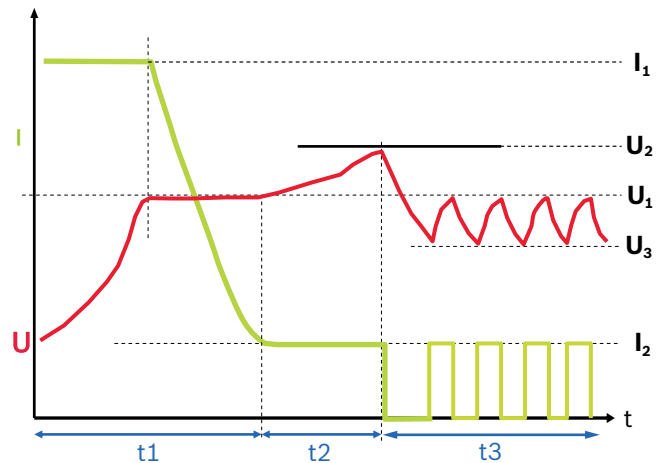

Fig. 4: Curva característica de carregamento
- 1 Progresso do carregamento (ver curva característica de carregamento fig. 4)